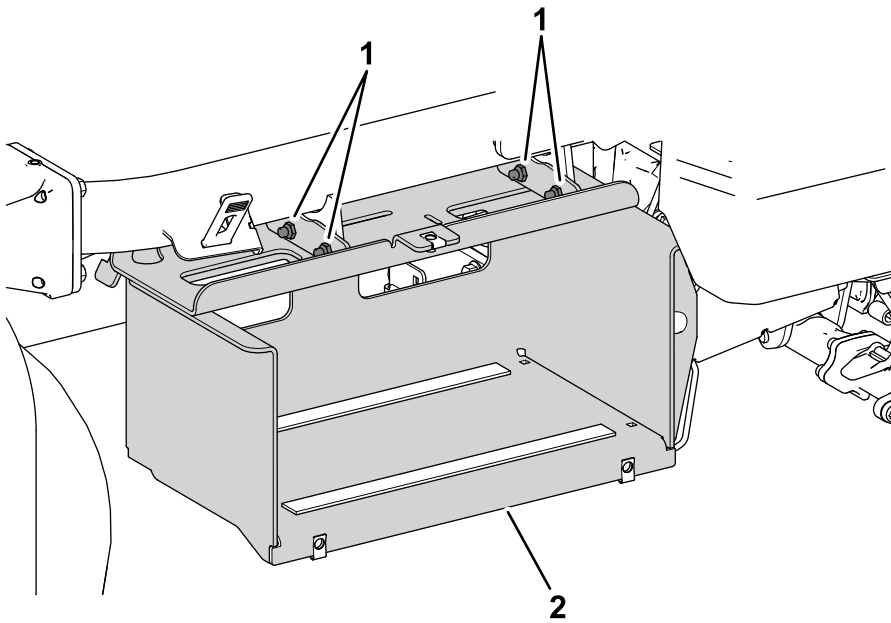

Figure 4
3. Retirez les fixations (Figure 4) qui maintiennent les supports latéraux des batteries sur le cadre de la machine.